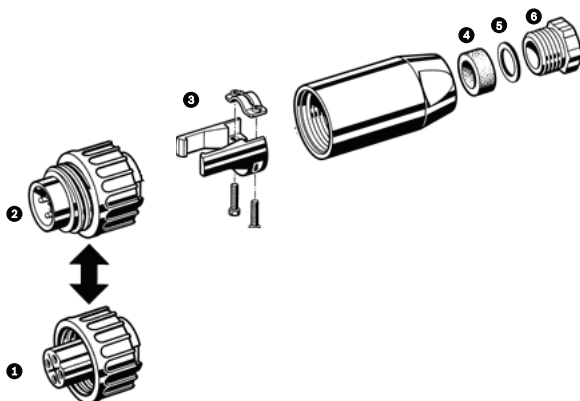

図 6.1 4ピン連結コネクターの各パーツ
- 4ピン連結コネクター（付属品）のねじ止め端子に電源入力ケーブルを接続します。図 6.1と表 6.1を参照してください。